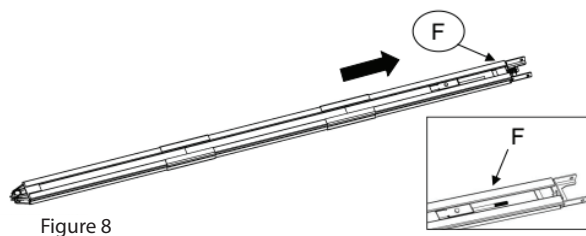

Figure 8
2. Couper le fil en plastique; tirez la pointe de la vis à travers le rail jusqu'à la pointe (Fig.8)